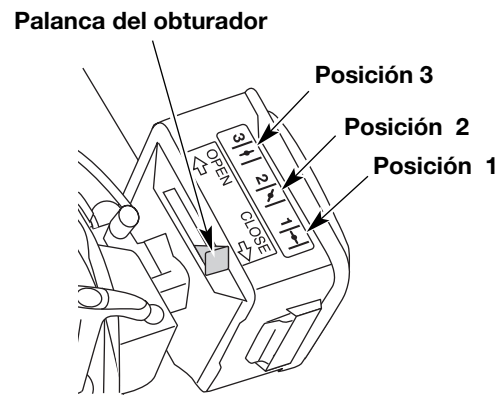

Fig. 10
4. Coloque la palanca del obturador en la Posición 1 (Fig. 10).
6. Coloque la palanca del obturador en la Posición 2 (Fig. 10).
9. Coloque la palanca del obturador en la Posición 3 (Fig. 10). La unidad está lista para usar.